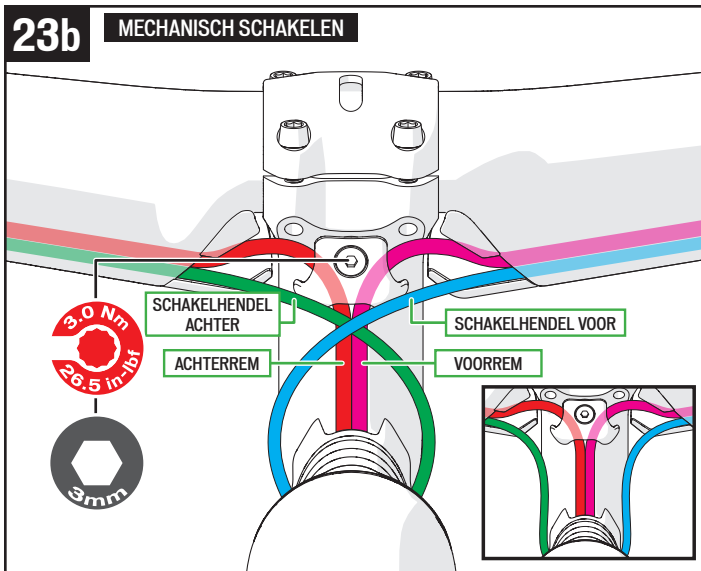

FIG. 23b: Maak de rembuitenkabels onder de stuurpen vast (Mechanisch schakelen).
- Leid de schakelbuitenkabels door de gaten aan de buitenkant van de overgang. De schakelbuitenkabels kunnen door beide gaten worden gestoken en kunnen gekruist naar de schakelhendels gaan (aanbevolen) of direct naar elke schakelhendel gaan zonder elkaar te kruisen (fig. 23b).
- **Mechanisch schakelen:** Leid de schakelbuitenkabels door de buitenste gaten aan aandrijfszijde. De buitenkabels kunnen door elk buitenste gat gaan en kunnen direct of kruislings naar de schakelhendels gaan (fig. 23b).
- Leid de voor- en achterschakelbuitenkabels en de rembuitenkabels door de zijden van het stuur die overeenstemmen met de posities van de linker en rechter rem en schakelhendels. We bevelen de Cali Cross-geleiding aan, zoals afgebeeld, een geleiding zonder de buitenkabels te kruisen (fig. 23b inzet) is echter tevens toegestaan.